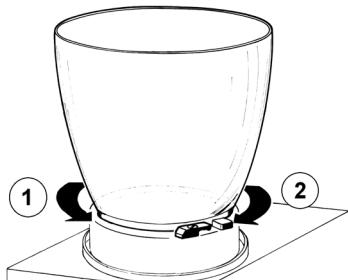

figure 2
- 4** Retirez le conteneur en le faisant tourner (1) dans le sens contraire des aiguilles d'une montre (voir figure 2).
2 Remontez le joint du conteneur. Remontez le conteneur en le tournant dans le sens (2) des aiguilles d'une montre. Pour faciliter l'opération, mouillez le joint à l'eau (voir figure 2).